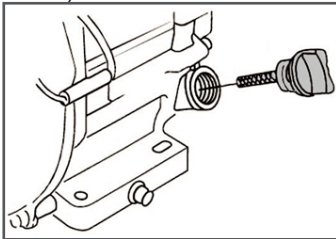

Рис. 11 Крышка-щуп маслозаливной горловины
2. Открутите крышку-щуп маслозаливной горловины и извлеките щуп (Рис. 11).